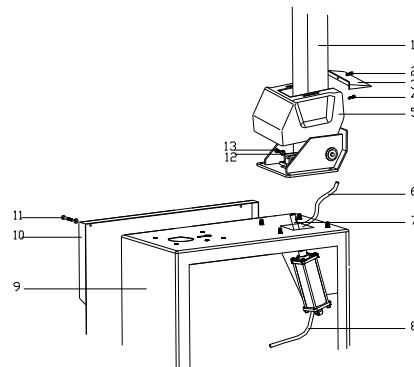

Fig 4
- 2) Tårnet anbringes (1, fig. 4) dækapparatet med 4 bolte, før trykluftslangen (6, fig. 4) gennem hullet på tårnet. Stram de 4 møtrikker.
- 3) Indsæt dornen (13, fig. 4) i hullet af tårnet og igennem stemplet på luft cylinderen og herefter stram møtrikken.
- 4) Skru de to skruer (11, fig. 4) af det venstre dæksel (10, fig. 4) og fjern dækslet, forbinde luftslangen (8, fig. 4) fra tårnet til 5-vejsventilen.
- 5) Fastsæt plastikdækslet (5, fig. 4) med 2 bolte (4, fig. 4).
- 6) Monter plastik bag dækslet (3, fig. 4) på tårnet med 2 skruer. (2, fig. 4)